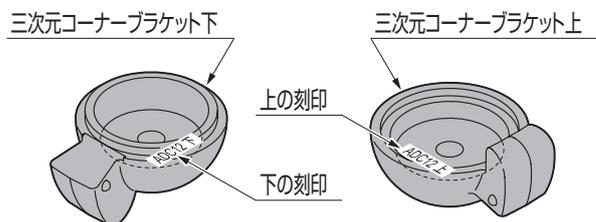

図10-2 三次元コーナーブラケット上・下の詳細図
- ※三次元コーナーブラケットの上下はブラケットの表記をもとにして確認してください。(図10-2参照)